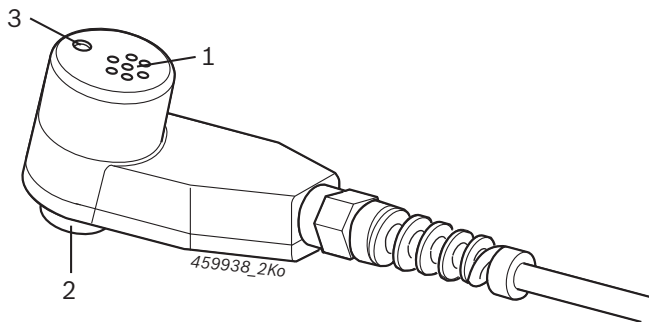

Fig. 2: Capteur combiné
! Dans le cas du BEA 030, du BEA 055, BEA 060 ou du BEA 065, la liaison avec le BEA 040 ne peut être établie qu'avec le câble de liaison 1 684 463 810 (accessoire spécial). Dans ce cas, le BEA 040 est alimenté par le câble de liaison 1 684 463 810 par le BEA 030, le BEA 055, le BEA 060 ou le BEA 065 et le bloc secteur (fig. 2, pos. 4) ne **doit pas** être raccordé.